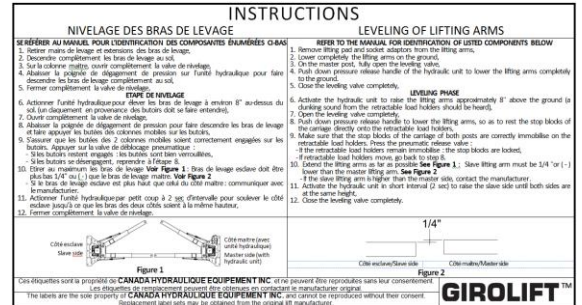

FIGURE 22 : ÉTIQUETTE NIVELAGE DES BRAS DE LEVAGE
3. ÉTIQUETTE DE NIVELAGE DES BRAS DE LEVAGE DE CANADA HYDRAULIQUE ÉQUIPEMENT INC. VOIR **FIGURE 22**.